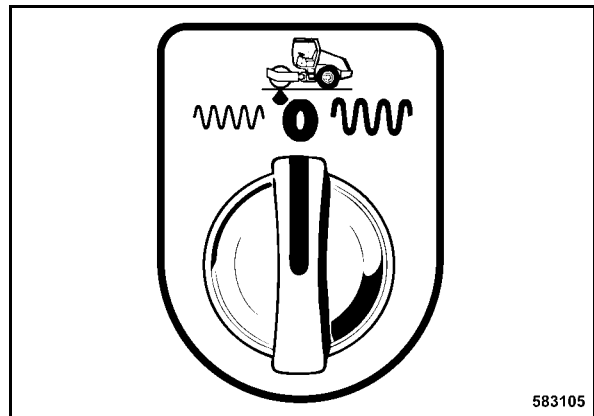

Fig. 66
- Preseleccionar la amplitud deseada con el interruptor giratorio de vibración, preselección de amplitud (Fig. 66).